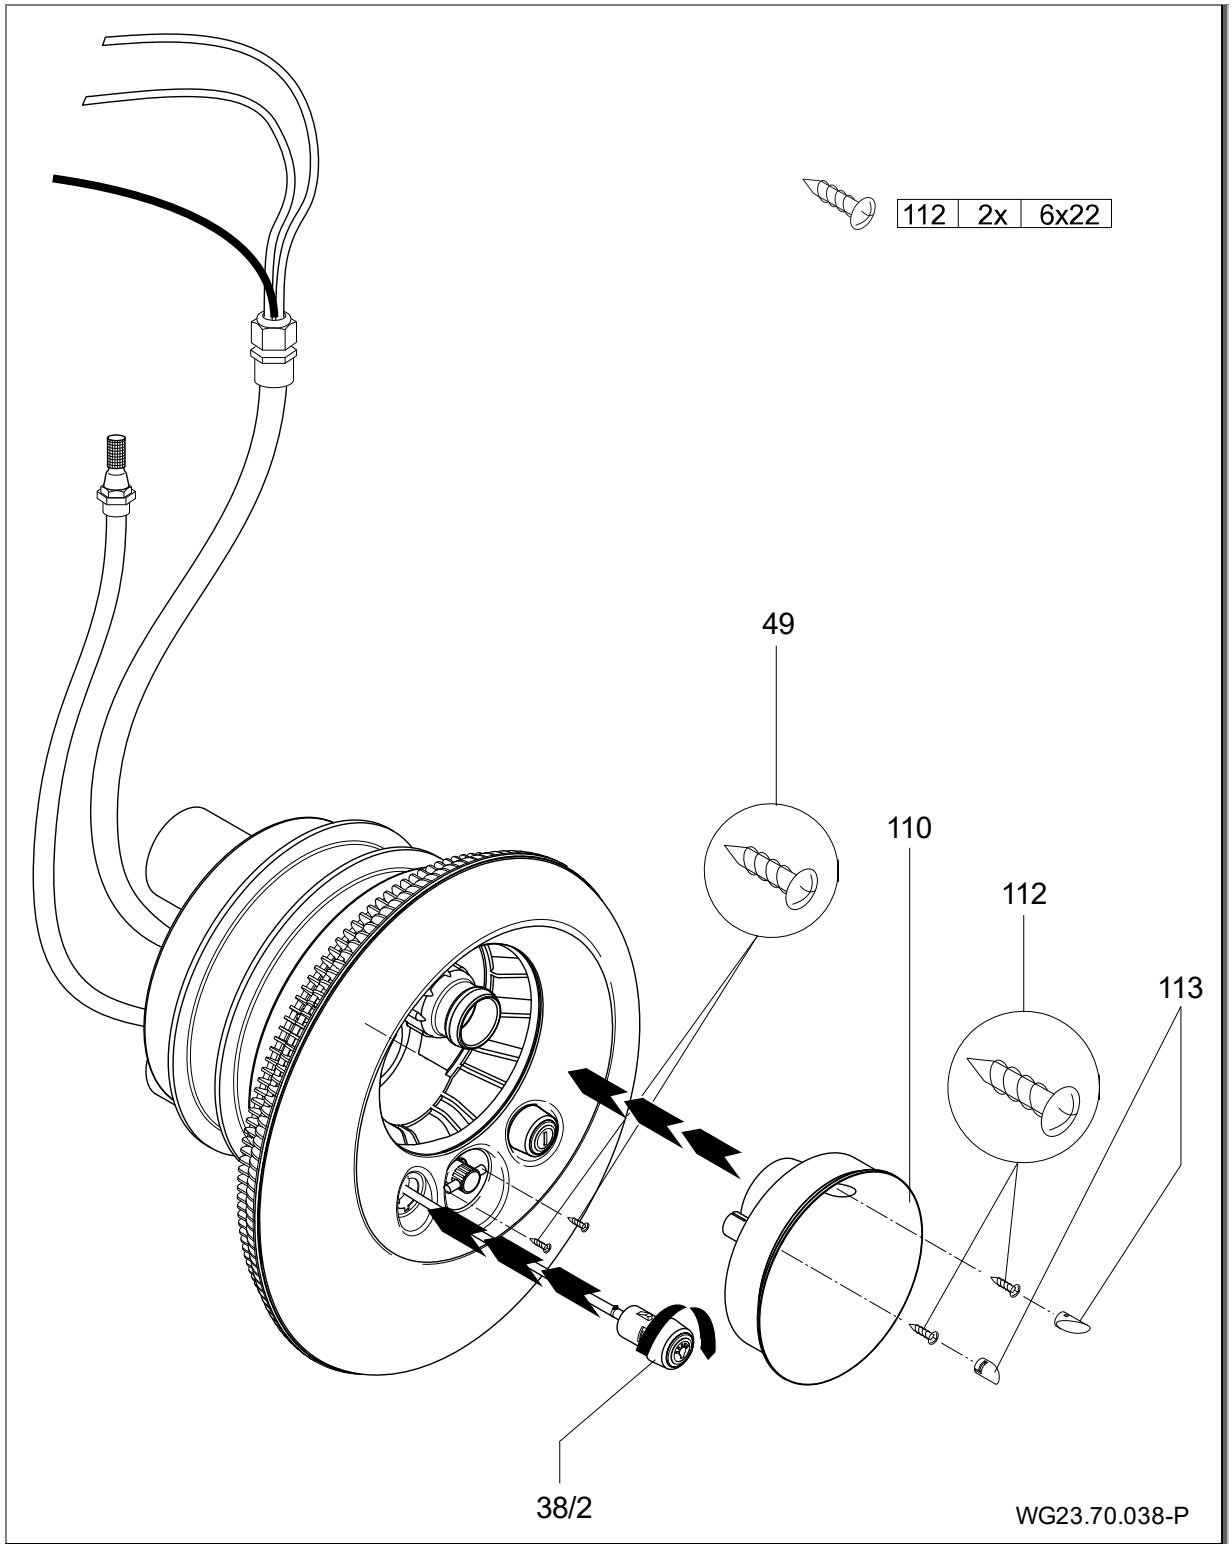

Fig. 20
8. Appliquer le cache en acier inoxydable (93) sur le boîtier d'aspiration (107) puis le fixer à l'aide des deux vis (49) sur le boîtier des buses. Passer les deux boutons pneumatiques à travers l'enjoliveur dans le corps de buse et les verrouiller en les tournant dans le sens des aiguilles d'une montre. (Fig. 20)
9. La fixation du capot de lumière (110) offre une fixation supplémentaire du cache en acier inoxydable (93). Pour ce faire, emboîter le capot de lumière (110) au-dessus de la buse sphérique (54) dans le boîtier des buses (102.1) puis le fixer à l'aide des deux vis (112). (Fig. 20)